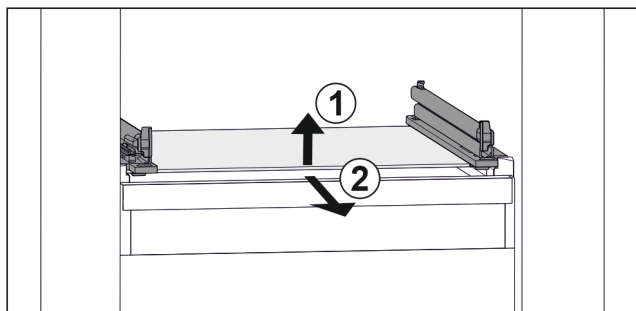

Fig. 155 Simbolična slika steklene plošče
- ▶ Steklenu ploščo dvignite v smeri naprej. Fig. 155 (1)
- ▶ Steklenu ploščo odstranite v smeri naprej. Fig. 155 (2)